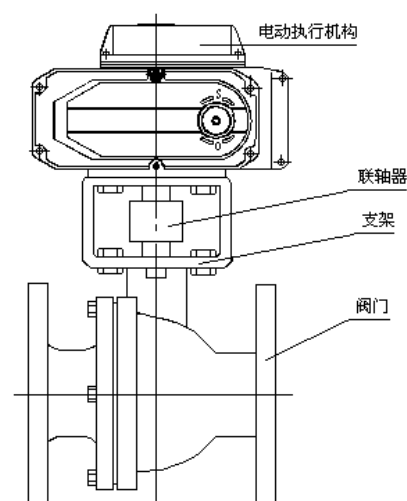

图 3
3、安装在阀门上（见图 3）
- ① 电线管外径是 $\phi 9 \sim \phi 11$ 。
- ② 要充分采取防水对策。